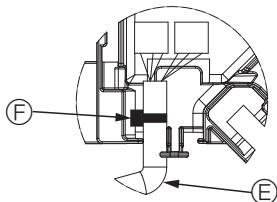

Fig. 5-11
- Plaats het bevestigingsbandje waarmee de bedrading van de waaiermotor van het paneel wordt vastgezet in de schakeldoos zoals aangegeven in de tekening. (Fig. 5-11)